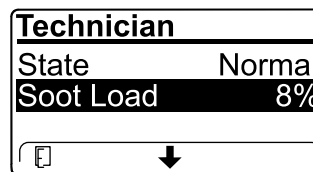

Figura 38
- Veja a carga de fuligem que é medida como percentagem de fuligem no filtro de partículas de gasóleo (Figura 38); consulte a tabela de carga de fuligem.